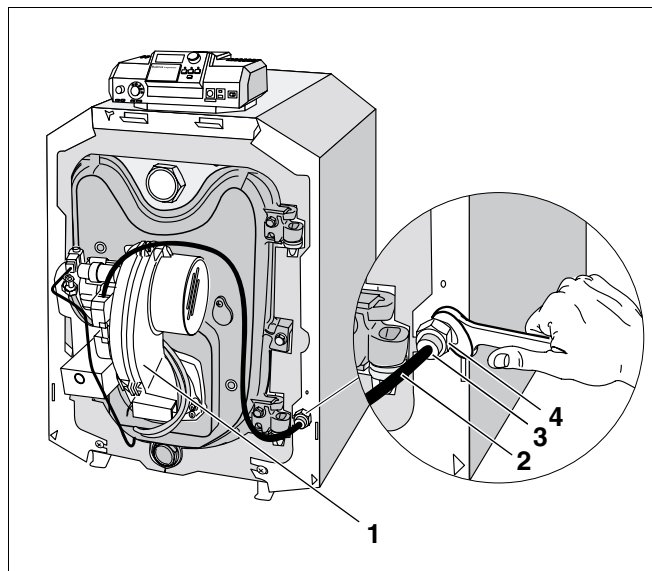

Fig. 30 Reglarea detensionarii
- Desfaceti piulita de fixare (fig. 30, **poz. 4**) a detensionarii (fig. 30, **poz. 2**) cablului arzatorului.
- Reglati lungimea cablului arzatorului (fig. 30, **poz. 2**) intre piulita pentru (fig. 30, **poz. 3**) detensionare (fig. 30, **poz. 1**) si arzator.
- Strangeti piulita de fixare (fig. 30, **poz. 4**) pentru detensionare.